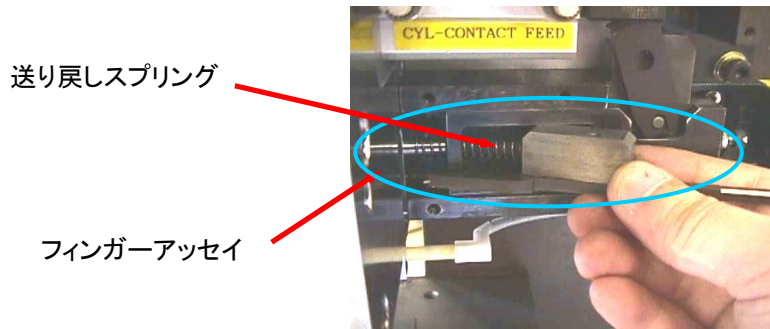

Fig 7-4-6
- ⑥ フィンガーアッセイを取り外して下さい。〔Fig 7-4-6〕